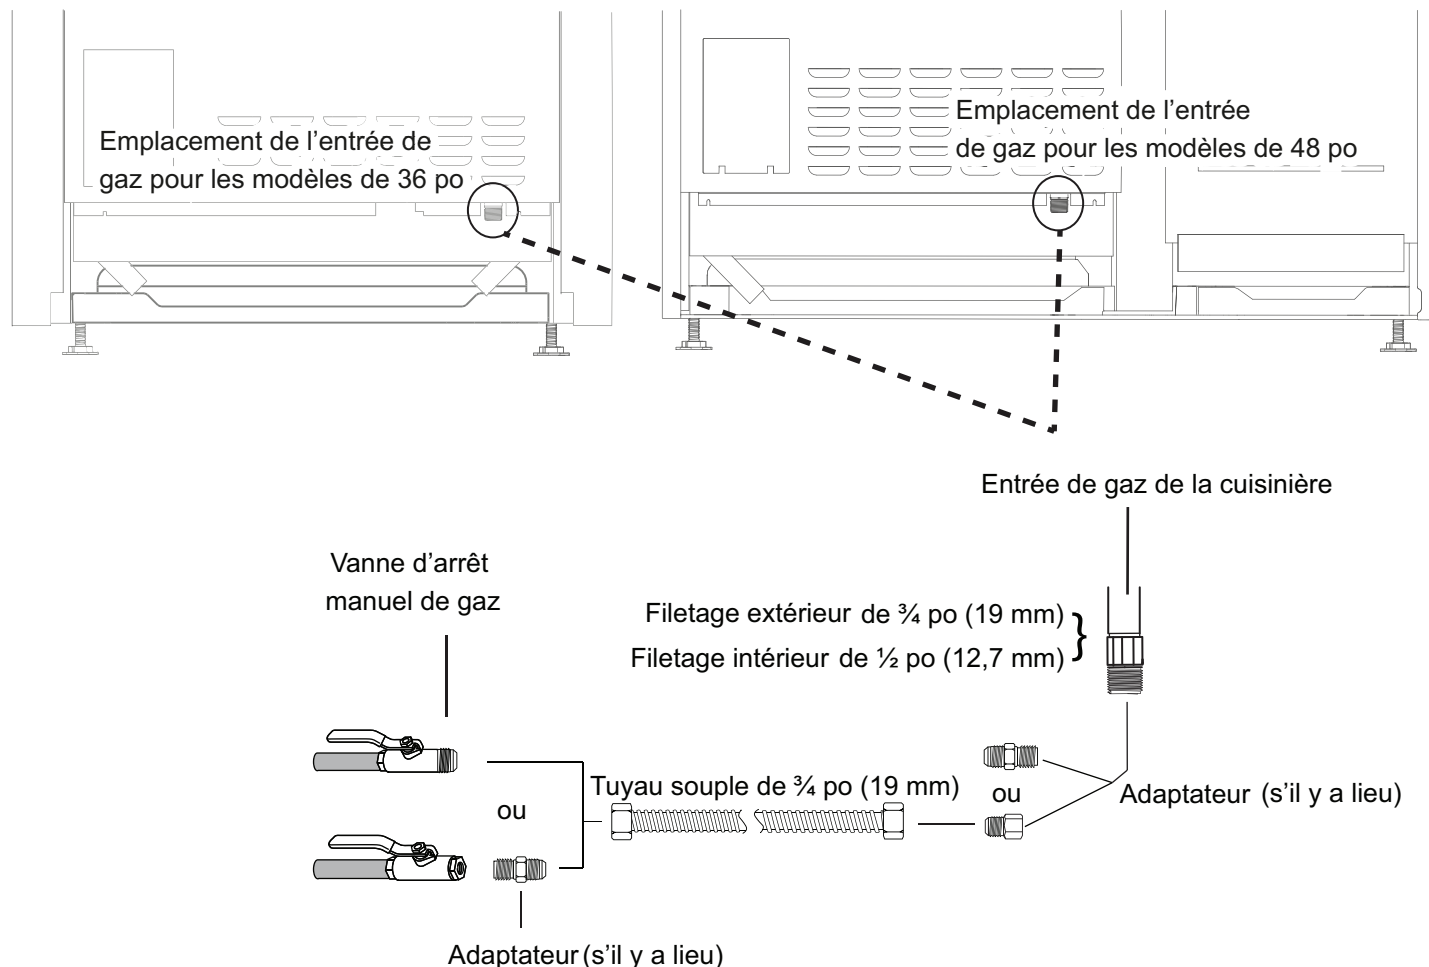

Figure 15 : Raccordement à l'approvisionnement de gaz
2. Utilisez un tuyau à gaz souple de ¾ po (19 mm) entre l'approvisionnement en gaz et le tuyau d'arrivée de l'appareil. Le filetage externe du tuyau d'arrivée de gaz de l'appareil est de type NPT ¾ po (19 mm) et le filetage interne est de type NPT ½ po (13 mm) (voir *Figure 15*).